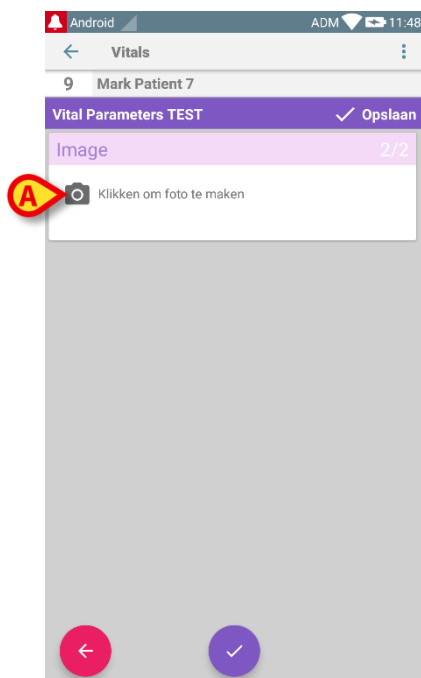

Fig 78
Het volgende scherm wordt geopend (Fig 78)
- Druk op de icoon weergegeven in Fig 78 **A** om de camera in te schakelen (Fig 79).
2. de afbeelding te bewaren en terug te gaan naar de foto ophalen-pagina (Fig 78);
3. de afbeelding te verwijderen en terug te gaan naar de foto ophalen-pagina (Fig 78).